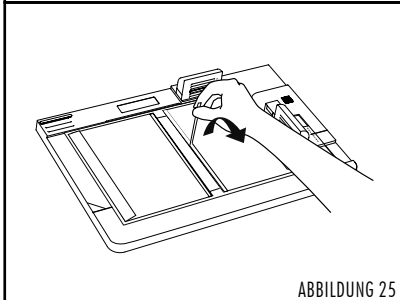

ABBILDUNG 25
2. Legen Sie einen Hardcover™ Umschlag mit der Klebeseite nach oben in den Hardcover Guide ein und fixieren Sie ihn mit der violetten Klemmvorrichtung. Die Oberkante und rechte Seite sollten sich unter der durchsichtigen grünen Abdeckung befinden. Entfernen Sie nun den schmalen Klebestreifen, der sich auf der rechten Seite des Hardcover™ Umschlags befindet, um das Dokument zu fixieren (siehe Abbildung 25).